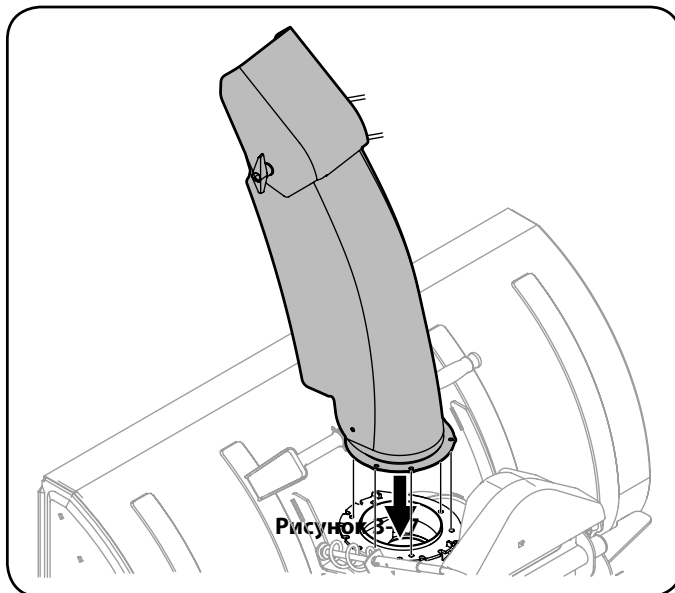

Рисунок 3-17
2. Установите сверху на кольцо желоба сам желоб (выходным отверстием вперед) (см. рис. 3-17).